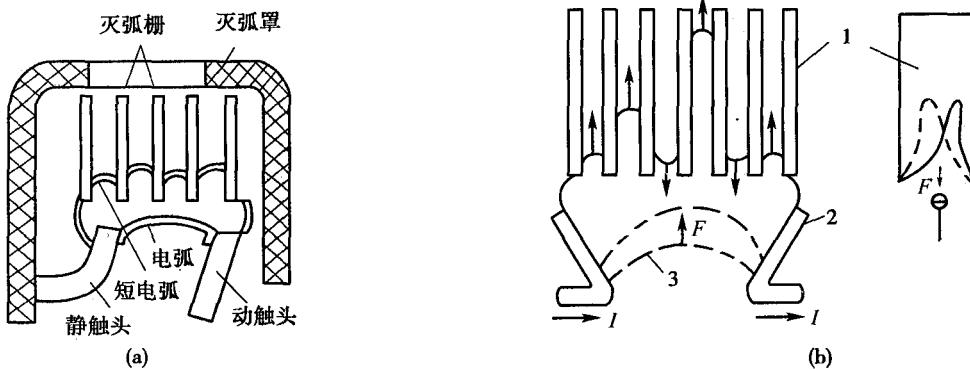

图 2-5 栅片灭弧原理
(3) 灭弧装置 当触头断开通电的电路时,如果触头间的电压在  $10\sim20$  V 以上、电流在  $10\sim100$  mA 以上,则在触头打开的间隙中就会产生电弧;如果断开大电流或高电压电路,在动、静触头之间就会产生很强的电弧。电弧是触头间气体在强电场作用下产生的放电现象,发光发热并会灼伤触头,甚至能使触头熔合;电弧向四周喷射,会造成线路相间短路,甚至造成火灾;电弧使电路切断时间延迟,影响接触器的正常工作。为此,对容量较大的交流接触器(一般指 20 A 以上的)往往采用灭弧栅来进行灭弧。其结构及原理如图 2-5 所示。灭弧栅由镀铜的薄铁片组成,薄铁片插在由陶土或石棉水泥材料压制而成的灭弧罩中,各片之间是相互绝缘的。当动触头与静触头分开时,触头间产生电弧,在电弧的周围产生磁场。由于薄铁片的磁阻比空气小得多,因此电弧上部的磁通容易通过灭弧栅片而形成闭合磁路,在电弧上部磁通非常稀疏,而电弧下部的磁通却非常稠密,这种上稀下密的磁通产生向上的运动力,把电弧拉到灭弧相片中去,相片将电弧分割成许多短弧,每个相片就成为电弧的电极,相片间的电弧电压低于燃弧电压,同时相片将电弧的热量散发,促使电弧迅速冷却而熄灭。
(4) 其他部分 交流接触器除反作用弹簧外还有缓冲弹簧,触头压力弹簧片,传动机构和接线柱等部分。反作用弹簧的作用是,当线圈断电时,使主触头复位分断。缓冲弹簧,是